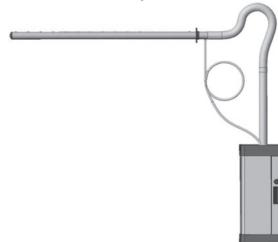
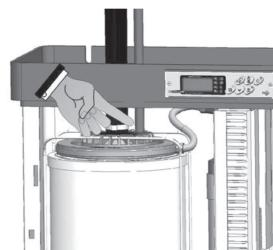

рис. 44
рис. 45
2. Если парораспределительная труба устанавливается выше увлажнителя и паровая трасса имеет сифонообразные изгибы (например, рис. 44), необходимо установить устройство возврата конденсата. Это специальный шланг, присоединяемый к соответствующему патрубку на цилиндре, который возвращает конденсат прямо в цилиндр увлажнителя (рис. 45) или сливаает его в дренаж. Возврат конденсата производится по специальному шлангу UMITUBODN10, присоединяемому к патрубку диаметром 10 мм. На шланге возврата конденсата необходимо выполнить сифон — полный оборот минимальным диаметром 200 мм. Сифон должен быть наполнен водой при установке. Это предотвратит выход пара из шланга возврата конденсата (рис. 44).